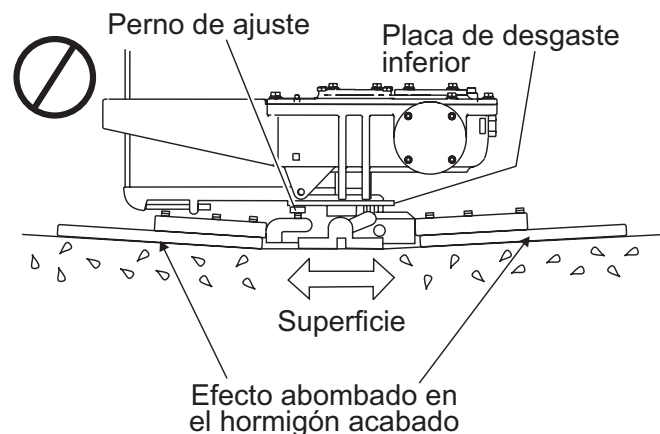

Figura 41. Alineación incorrecta de la placa de la cruceta
2. Inclíne las hojas hasta ponerlas lo más planas posibles. Los pernos de ajuste apenas deben hacer contacto con la placa de desgaste inferior en la cruceta. Si uno no está haciendo contacto, será necesario hacer el ajuste (Figura 41).
Figura 41 muestra una alineación incorrecta, bujes de cruceta desgastados o brazos doblados de la alisadora. Compruebe que el perno de ajuste apenas haga contacto (holgura máxima de 0.10") con la placa de desgaste inferior. Todos los pernos de alineación deben estar separados la misma distancia que la placa de desgaste inferior.